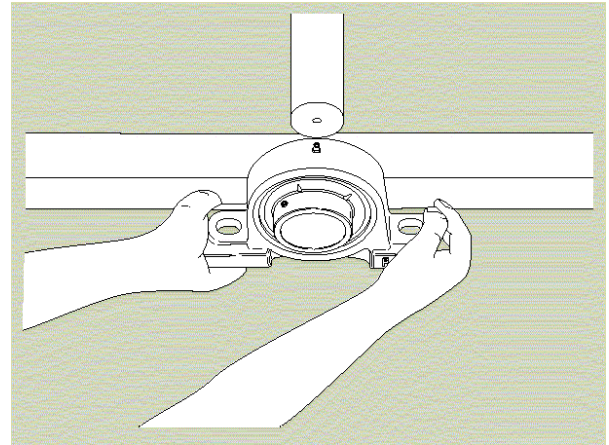

Fig. 6
- 2) Colocando la unidad perpendicular al eje, inserte el eje en el agujero sin torcer el rodamiento. Tenga cuidado de no golpear el hondero ni someter la unidad a cualquier choque (Fig. 6)